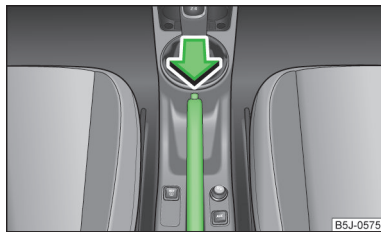

Abb. 106
- Den Handbremshebel etwas hochziehen **und gleichzeitig** den Sperrknopf » Abb. 106 hineindrücken.